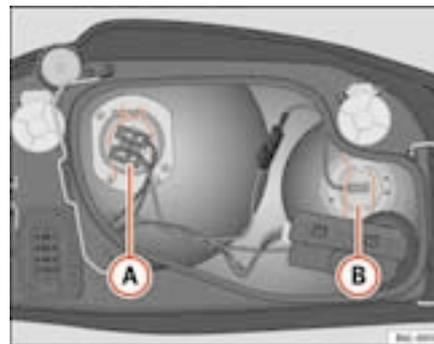

Fig. 146 Lâmpada da luz de médios
- Retira a ficha do cabo da lâmpada A ⇒ fig. 146.